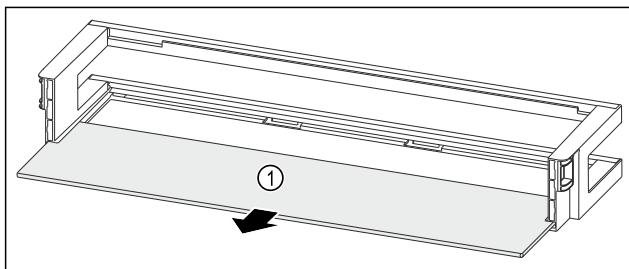

Fig. 48 Рафт на врата с рафт
- ▶ Свалете рафта Fig. 48 (1).